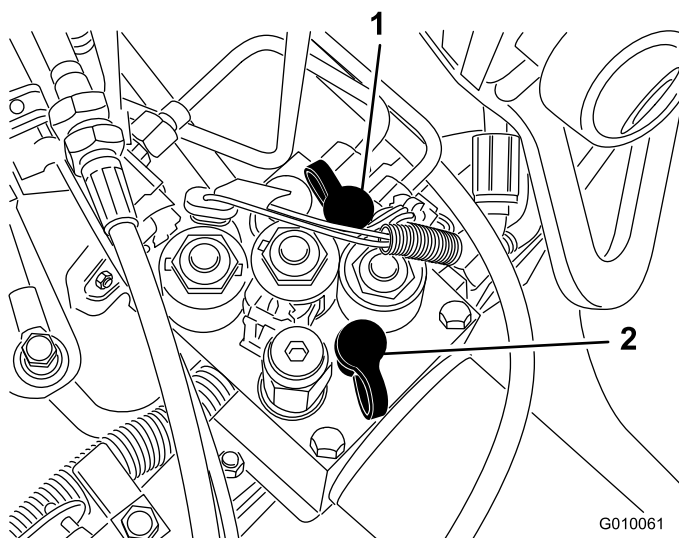

Figure 61
- La prise d'essai G2 (Figure 61) est utilisée dans le contrôle de la pression du circuit de charge.
- La prise d'essai G1 (Figure 61) est utilisée dans le contrôle de la pression du circuit de relevage.